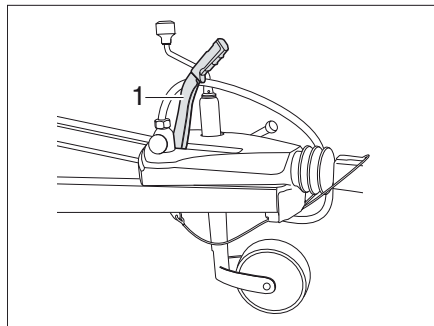

Fig. 14 Frein à main
- Pour le desserrer, tirer le levier de frein (Fig. 14,1) vers le haut et ensuite l'abaisser.